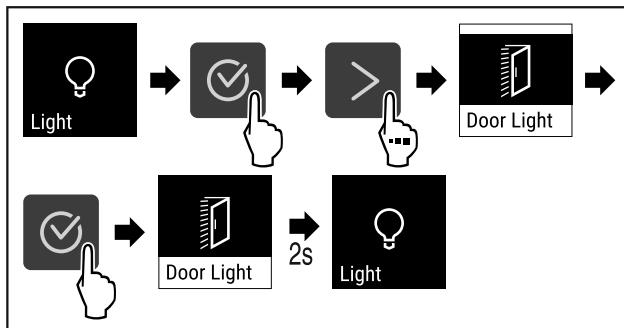

Fig. 70
- Провести етапи операцій (див. Fig. 70) .